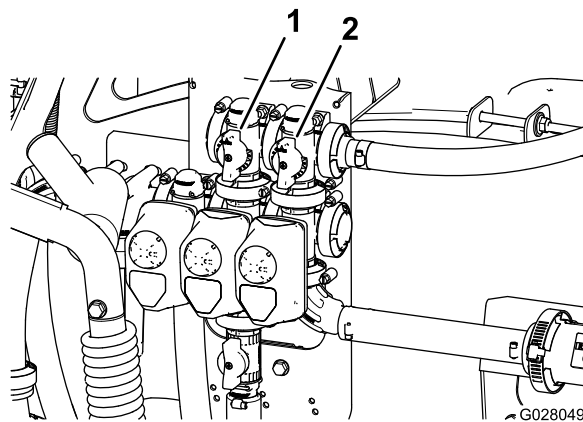

图20
- 调节搅拌阀背面的搅拌旁通阀（图20），直至压力表上的读数为6.9bar(100 psi)。
9. 调节主喷洒臂段旁通阀手柄，控制药缸中的搅拌量（图20）。